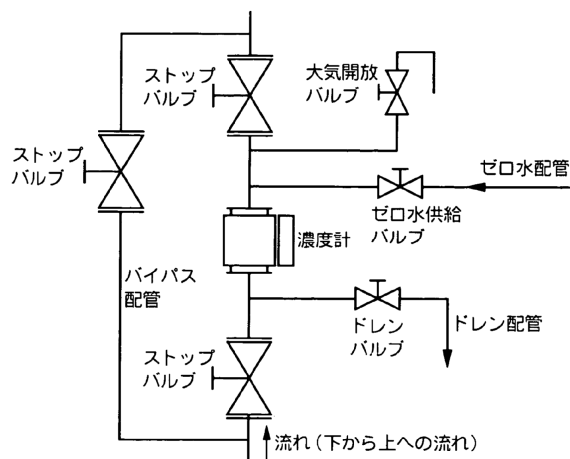
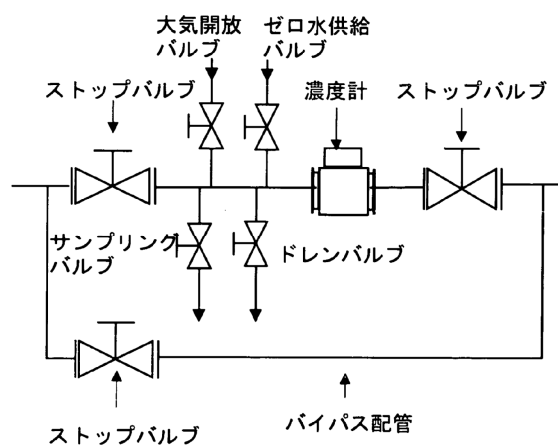

図8 ゼロ点校正時の垂直配管への据付例
図9 ゼロ点校正時の水平配管への据付例
- (16) 本濃度計の上流側および下流側には、ストップバルブを設け、さらにこれらのバルブと濃度計間に、それぞれストップバルブ付きでサンプリング口、ゼロ水供給口、大気開放口、ドレン口を設けてください。さらに配管ラインの流れを停止できない場合には、中間にストップバルブ付きのバイパス配管を設けてください。これらはゼロ点校正をする場合、濃度計を据付けた配管内の被測定流体をドレン口から排出し、濃度計を据付けた配管内を濃度 0% の清水で満たす必要があるためです(図 8、図 9 参照)。
- (17) 気泡混入の影響をできるだけ排除するために、大気開放となる配管出口からできるだけ離れた水圧がある程度かかる場所への据付けを推奨します。